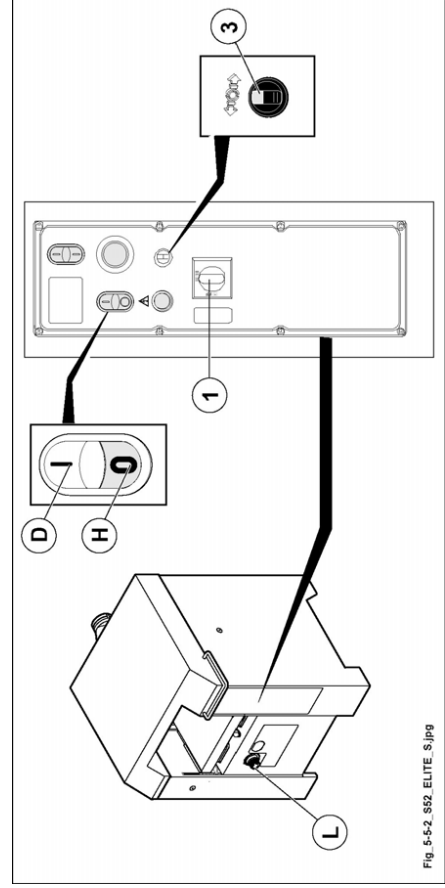

Abb. 5.5-2
- Die Taste (D Abb. 5.5-2) drücken um das Arbeitsaggregat zu starten.
- Mit dem Hebel (L Abb. 5.5-2) die Antriebsgeschwindigkeit auswählen.
- 1) Taste (H Abb. 5.5-2) drücken.
- 2) Den verriegelbaren Hauptschalter (1 Abb. 5.5-2) auf "0" (OFF) drehen.
es ist verboten den Motor zu stoppen durch Drehen des Wählschalters (3 Abb. 5.5-2) auf Symbol ; motorbremse gelöst: Meldelampe angezündet.